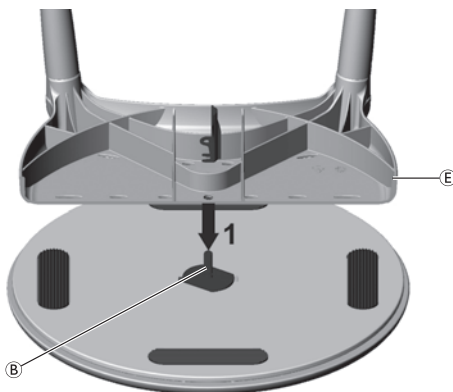

Fig. 3
1. Attach the pre-assembled shower stool Aquatec® Dot Ⓔ with its central hole on the adapter pin Ⓑ of the Aquatec® Disk Ⓐ (Fig. 3).
1. Den vormontierten Duschhocker Aquatec® Dot (Ⓔ) über das mittlere Loch mit dem Adapterstift (Ⓑ) der Aquatec® Disk (Ⓐ) verbinden (Abb. 3).